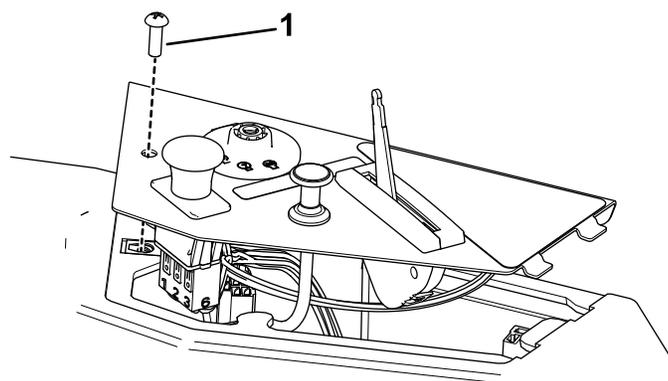

Figura 4
1. Retire el tornillo que sujeta el panel de control, luego levante el panel de control para tener acceso al arnés de cables (Figura 4).
4. Instale el panel de control y sujételo con el tornillo que retiró anteriormente (Figura 4).